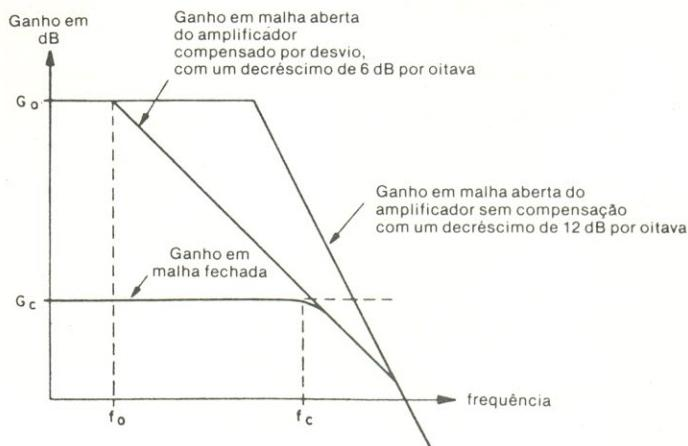

FIGURA 2
Isto está sendo ilustrado pela figura 2, onde esquematizamos o ganho em malha aberta de um amplificador (que iria oscilar assim que o laço de realimentação fosse estabelecido) em relação à freqüência. Antes da compensação por desvio, o ganho em malha aberta está diminuindo com uma inclinação de 12 dB, ou mais, por oitava, à freqüência crítica (onde $bG(f) = 1$). Essa freqüência crítica é aquela em que a magnitude do ganho em malha aberta $G(f)$ é igual a G_C , isto é, o ganho em malha fechada do amplificador é dado pela equação (4).
Na figura 2, esquematizamos também o ganho em malha fechada, para mostrar o efeito da realimentação negativa na resposta em freqüência total do amplificador. A razão de realimentação negativa é definida como a razão entre o ganho de
A freqüência de corte em malha fechada, f_C , também aparece na figura 2 e, em qualquer projeto bem feito, essa freqüência é maior que a freqüência mais elevada do sinal a ser amplificado. Pode-se demonstrar que $f_C = f_0 G_O / G_C$, para um amplificador compensado por desvio. Esta equação expressa, por exemplo, que um amplificador com uma largura de faixa de 1 kHz, em malha aberta, exibirá uma largura de faixa de 100 kHz se forem empregados 40 dB de realimentação negativa; entretanto, neste caso, o amplificador seria suscetível, provavelmente, a uma distorção TIM considerável.